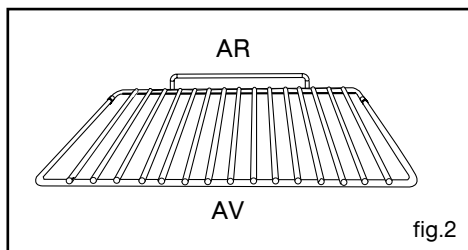

fig.2
• *Grille sécurité anti-basculement fig.2*